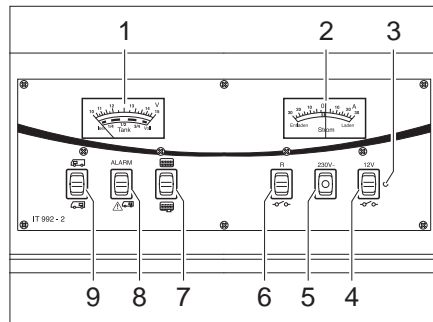

Fig. 169 Pannello di controllo IT 992
Per l'indicatore volt/serbatoio (Fig. 169,1) leggere la scala superiore. L'indicatore si illumina automaticamente appena viene premuto un interruttore.
- Premere in alto l'interruttore a bilico (Fig. 169,9) "☐": Viene indicata la tensione della batteria di avviamento.
- Premere l'interruttore a bilico (Fig. 169,9) in basso "☐": Viene indicata la tensione della batteria dell'abitacolo.
Per l'indicatore volt/serbatoio (Fig. 169,1) leggere la scala inferiore. L'indicatore si illumina automaticamente appena viene premuto un interruttore.
- Premere in alto l'interruttore a bilico (Fig. 169,7) : Viene indicato il livello del serbatoio dell'acqua.
- Premere l'interruttore a bilico (Fig. 169,7) in basso : Viene indicato il livello del serbatoio delle acque grigie.
La spia luminosa rossa ALARM (Fig. 169,8) inizia a lampeggiare non appena la tensione della batteria dell'abitacolo scende al di sotto di 11 V (misurazione durante il normale esercizio) con conseguente rischio che la batteria si scarichi totalmente.
Sull'indicatore di corrente (Fig. 169,2) appare in permanenza la corrente attualmente erogata dalla batteria. L'indicatore si illumina automaticamente appena viene premuto un interruttore.
L'interruttore principale 12 V (Fig. 169,4) inserisce o disinserisce il pannello di controllo e l'alimentazione a 12 V dell'abitacolo.
Accensione: ■ Premere in alto l'interruttore a bilico (Fig. 169,4) "  ": L'alimentazione a 12 V dell'abitacolo è inserita. La spia di controllo (Fig. 169,3) diventa verde.
Spegnimento: ■ Premere l'interruttore a bilico (Fig. 169,4) in basso "  ": L'alimentazione a 12 V dell'abitacolo è disinserita. La spia di controllo (Fig. 169,3) si spegne.
La spia di controllo 12 V (Fig. 169,3) si accende non appena l'interruttore principale 12 V (Fig. 169,4) viene inserito.
La spia di controllo gialla 230 V (Fig. 169,5) si accende quando all'ingresso della centralina elettrica è presente una tensione di rete.
Accensione: ■ Premere l'interruttore a bilico (Fig. 169,6) in alto: A seconda del modello si accende la pompa di circolazione, la pompa dell'acqua a pressione o il riscaldamento elettrico del serbatoio delle acque grigie.
Spegnimento: ■ Premere l'interruttore a bilico (Fig. 169,6) in basso "  ": Il circuito elettrico è spento.